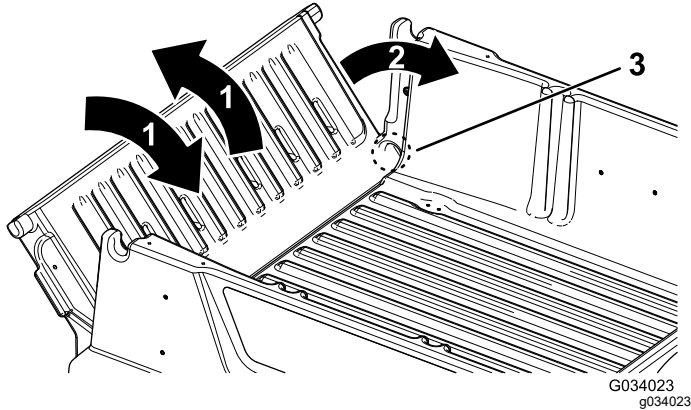

図 19
2. テールゲートを45°程度の角度にする 図 19。
3. この位置から、テールゲートを小刻みに前後に振るよう回数往復させる 図 19。